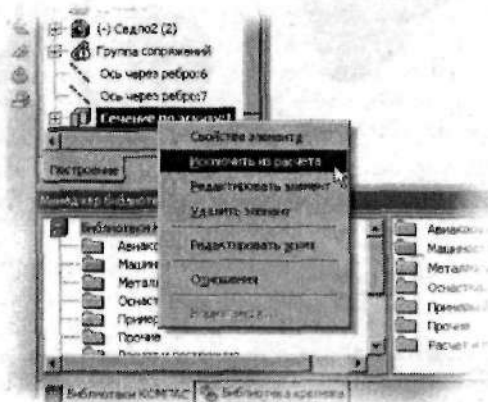

Рис. 3.54. Исключите из расчета Сечение по эскизу
2. В **Дереве построений** выделите заголовок **Сечение по эскизу**. Щелкните правой клавишей мыши (для вызова контекстного меню) и, выбрав пункт **Исключить из расчета** (рис. 3.54), щелкните левой клавишей мыши, так как этот элемент нам пока не понадобится, а будет только сбивать с толку.